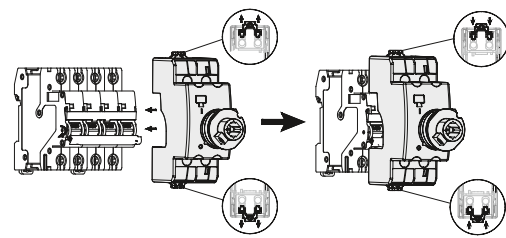

Рисунок 4 – Монтаж модуля взвода к модульному оборудованию серии ARMAT / Figure 4 – Mounting the operating module to the ARMAT series modular equipment
- Push out the mounting latches of the operating module, figure 4;